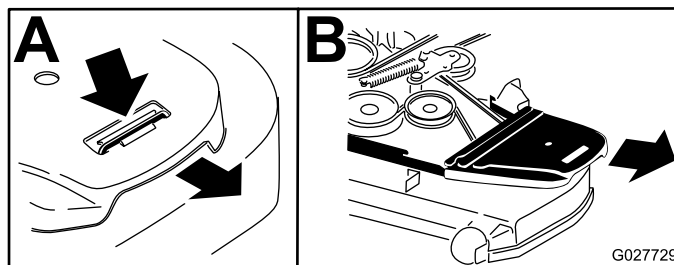

Bild 75
6. Entfernen Sie die Riemenabdeckungen und die Schrauben (Bild 75).